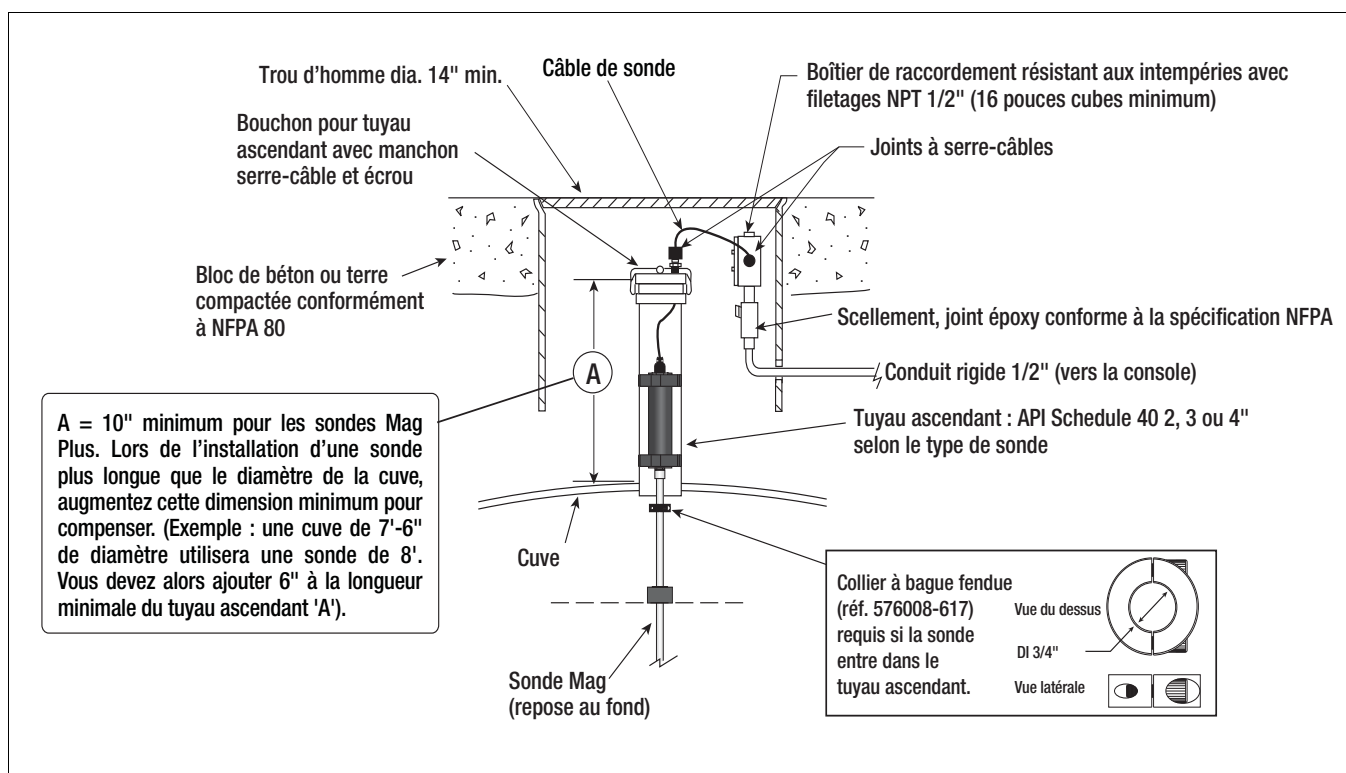
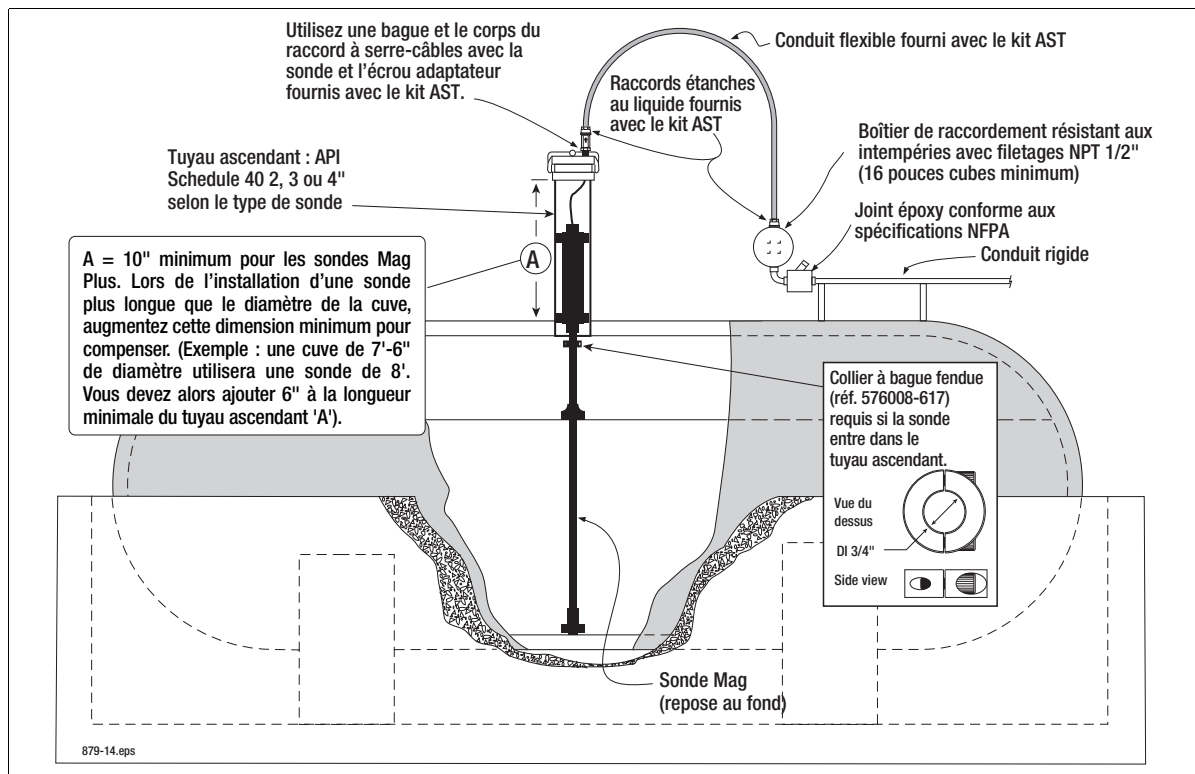

Figure 16. Installation de sonde UST - Tuyau ascendant dédié
Figure 17. Installation de sonde AST - Tuyau ascendant dédié
4. Faites glisser délicatement le ou les flotteurs en bas de l'axe de la sonde avant de faire monter la sonde. Abaissez délicatement la sonde dans le tuyau ascendant jusqu'à ce que l'embout repose au fond de la cuve [Voir la Figure 16 pour une installation UST ou la Figure 17 pour une installation AST].